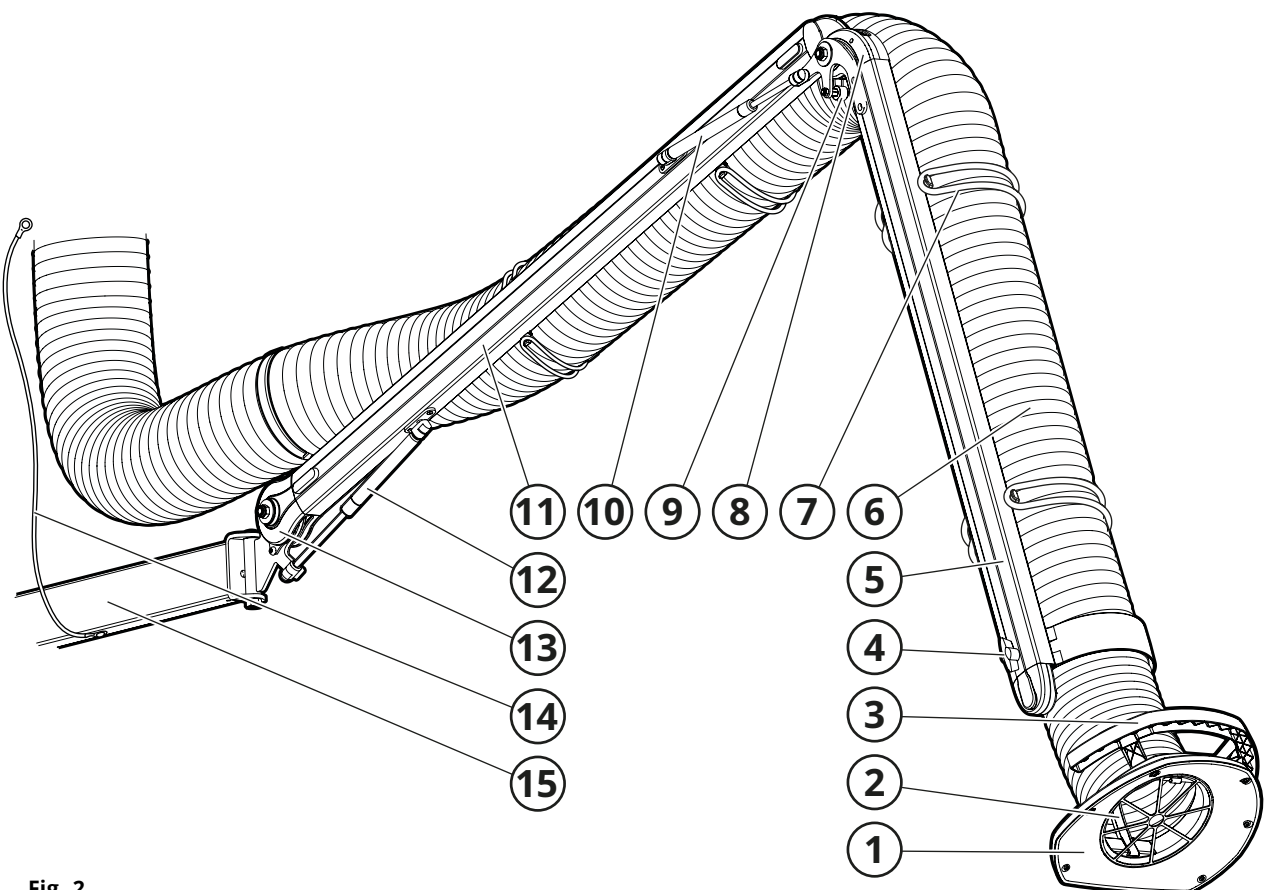

Fig. 2
Se Fig. 2.
Punktutsuget monteras på ett väggfäste (15, **Fig. 2**) som standard och har utvändigt placerade bärarmar (5, 11). På lederna (8, 13) sitter gasfjädrar (10, 12) som balanserar armens egenvikt. Armens motstånd regleras i respektive led. Huv (1) är designad för maximal sugeffektivitet och är idealisk för uppfångning av gas och damm, och har ett handtag (3) för enkel manövrering. Ett spjäll (4) vid huvens infästning reglerar luftflödet. Huvleden (2) är böjbar 180+180 °. Slangen (6) sitter monterad på armen med slangfäste (7).